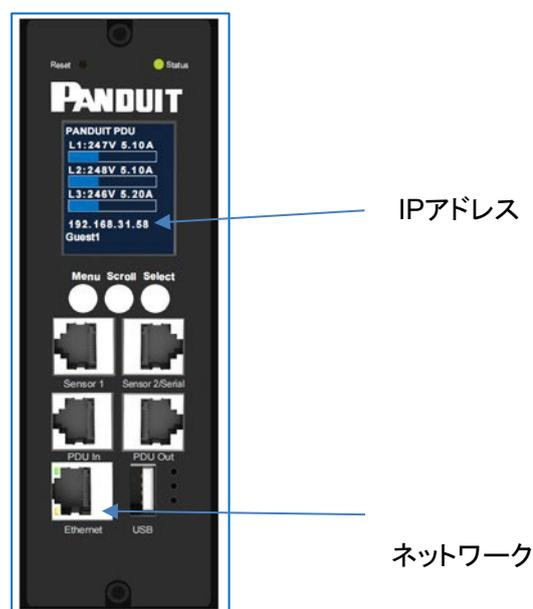

図 1: ネットワーク接続用のイーサネットポート
1. Ethernet ケーブルを PDU の Ethernet ポートに接続します。(図 1 参照)